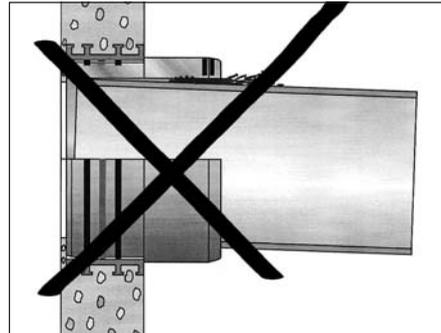

Abb. 17
**Eine nicht spannungsfreie bzw. verschobene Verbindungsstelle kann beim Schweißen zu unzulässigem Schmelzenfluss und zu einer mangelhaften Verbindung führen (siehe Abb. 17).**